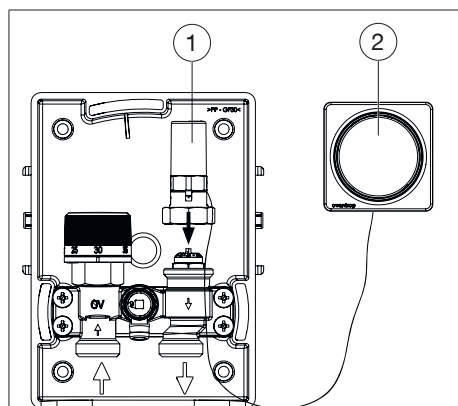

Abb. 9: Thermostat mit Fernversteller montieren
3. Schrauben Sie den Stellkolben (siehe Abb. 9 auf Seite 12 (2)) auf das Ventil. Führen Sie das Kapillarrohr nach unten.